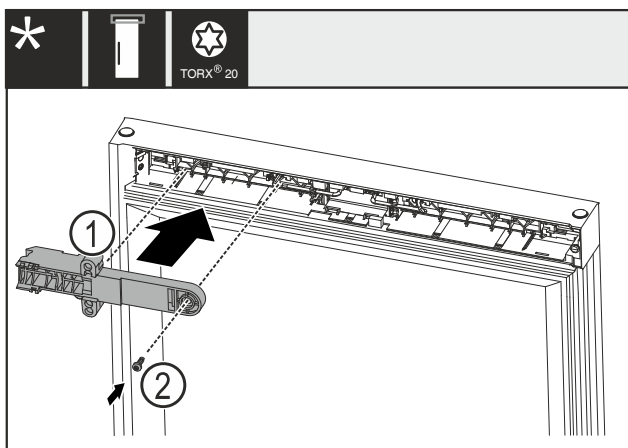

Fig. 22
- ▶ Otočte přídržný díl zámku Fig. 22 (1) o 180° a namontujte jej na protější straně.
- ▶ Přídržný díl zámku Fig. 22 (1) upevněte šroubem Fig. 22 (2).